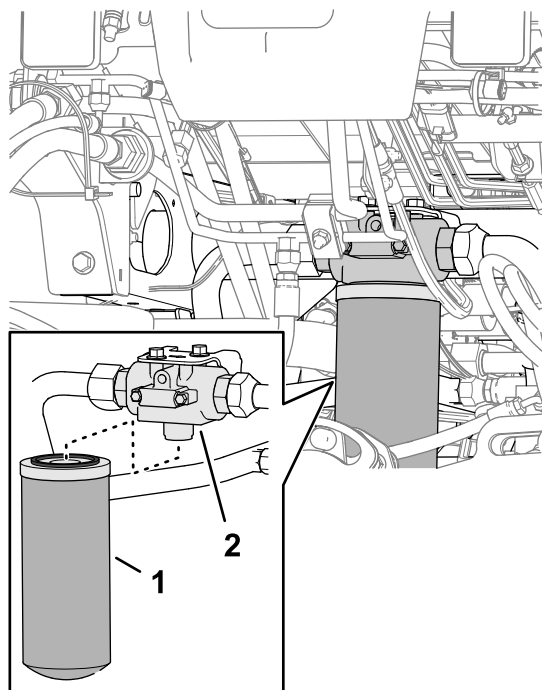

Figure 148
2. Placez un bac de vidange sous le filtre de retour, à l'avant de la machine (Figure 148).